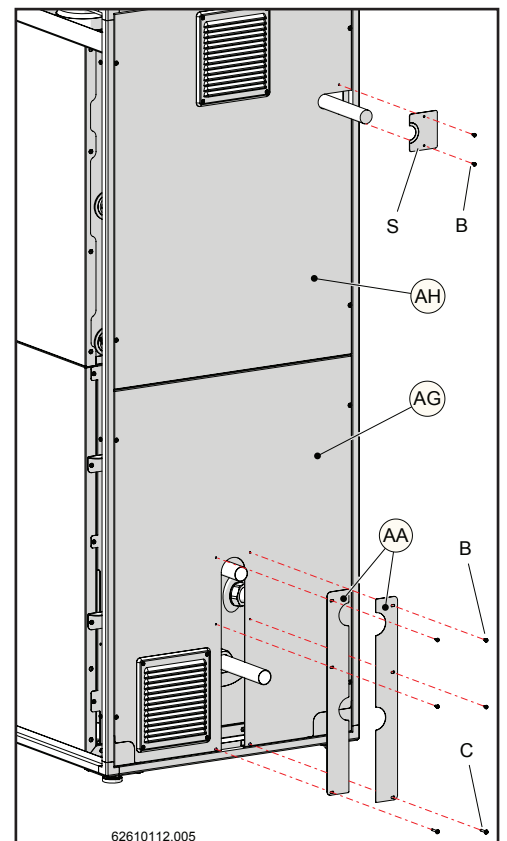

Figura 12-22
- 10.- Fissare la lamiera "S" sulla copertura (AH) tramite le viti "B" (figura 12-22) e applicare le lamiere (AA) sulla copertura (AG) utilizzando le viti "B" e "C" per il fissaggio; inserendo le stesse come indicato in figura 12-22.